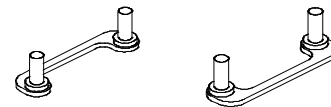

Bild 2-4
- ❑ Befestigungs-Bügel für Ständer (RMAM) - Diese werden von der unteren Seite des Mainboards durch die vier Löcher neben dem Slot 1 gesteckt, um den Ständer auf dem Mainboard zu fixieren. Es werden zwei Stück benötigt. (siehe Bild 2-4)